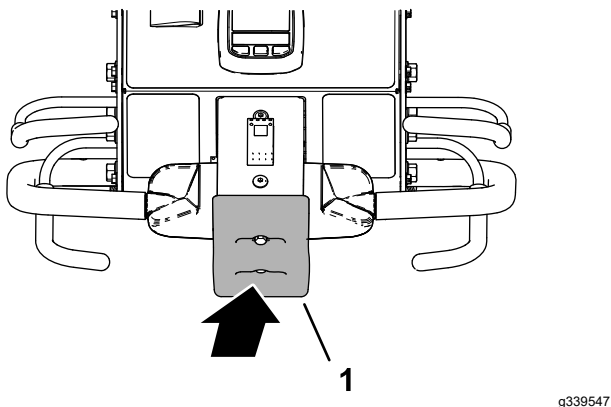

Figura 36
2. În timp ce ینی maneta pentru prezența operatorului și comanda de tracțiune, acționează comutatorul de oprire la denivelare (Figura 36).